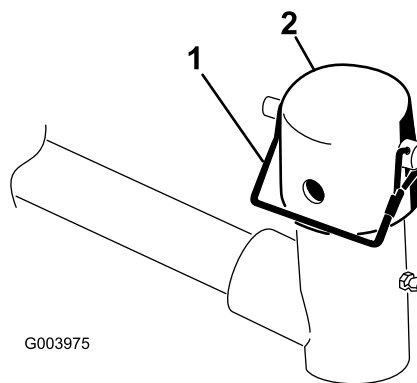

图9
7. 从提升臂轴轳上拆下锁扣销和中心盖 (图9)。
11. 使用保险销将中心盖和承载架轴固定到提升臂轂（图9）。